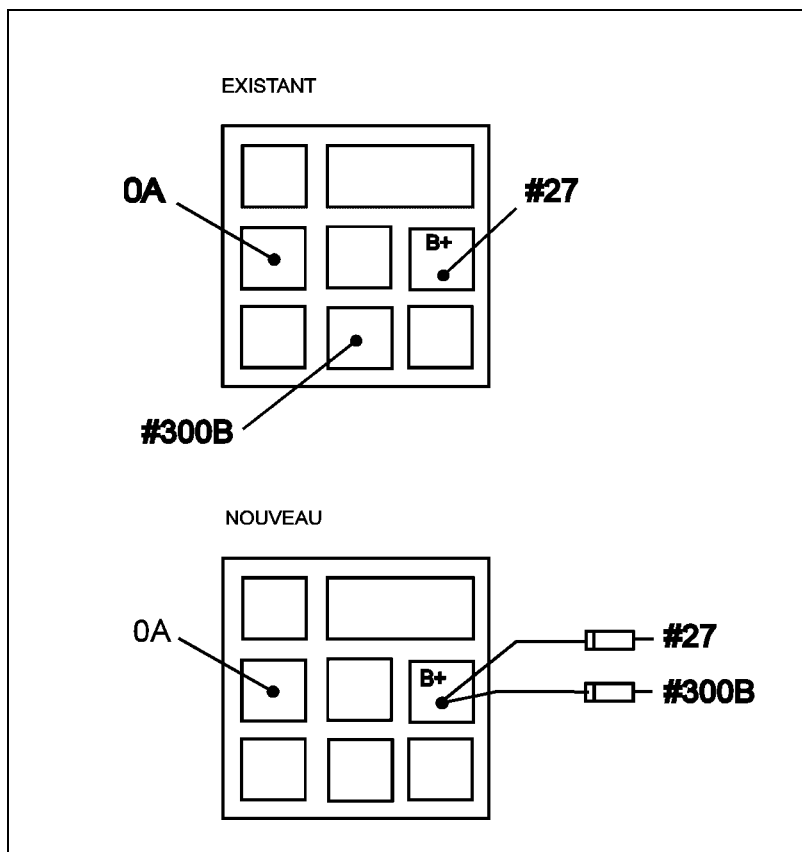

FIGURE 1: VUE DU DESSOUS DU CONNECTEUR DE RELAIS AA2
3. Extraire le fil #300B et #27 du connecteur de relais AA2 de la boîte des alarmes (Fig.1).
5. Souder une diode (Prévost #560931) en série sur chaque fil (Fig. 1).
Attention: Il est très important de placer les diodes dans la bonne direction, selon les figures 1 et 3.
8. Brancher la borne dans la case B+ du connecteur de relais AA2 (Fig. 1).